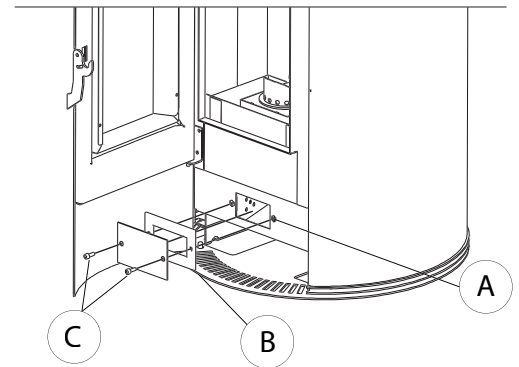

Fig. 6.1.2
- para acceder con facilidad a la caja de humos (A) es suficiente retirar la tapa (B) quitando los dos tornillos (C) (Fig. 6.1.2).